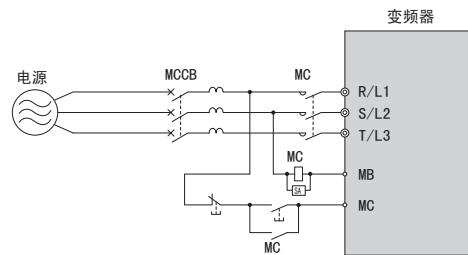

图 8.2 接线用断路器的连接
- 由多台变频器或与其它机器共同使用 MCCB 或 ELCB 时，请如图 8.2 所示，使用 MC 接入在故障输出时关闭电源的顺控器。